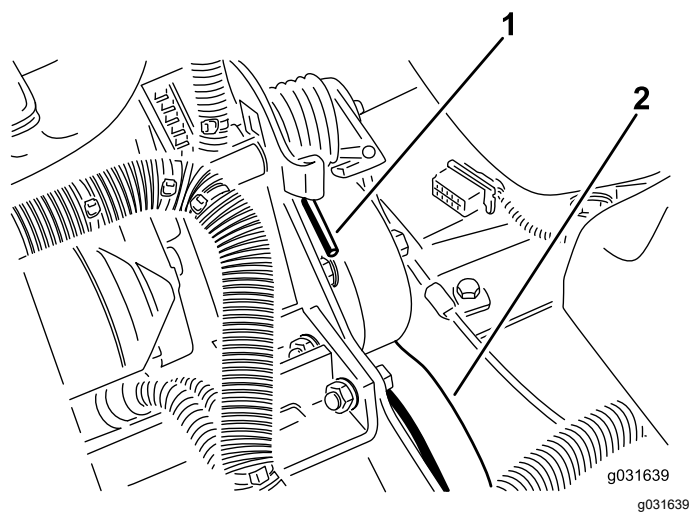

Рисунок 59
2. Нажмите вниз и вперед на конец пружины, чтобы вывести ее из зацепления с кронштейном и снять натяжение пружины (Рисунок 59).